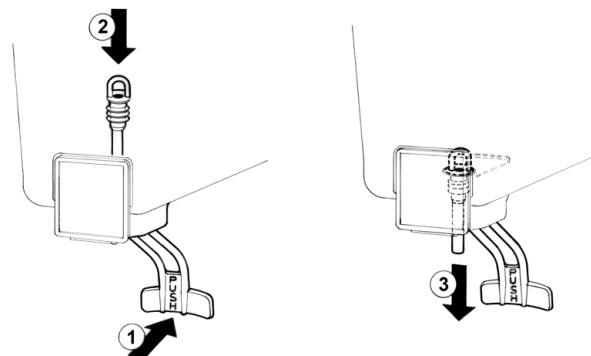

figura 5
- 2 **Rubinetto a gommino:** premere (1) la leva comando rubinetto e inserire (2) il gommino rubinetto nel contenitore. Tirare (3) verso il basso l'estremità del gommino fino ad assestarlo completamente (vedere figura 5).